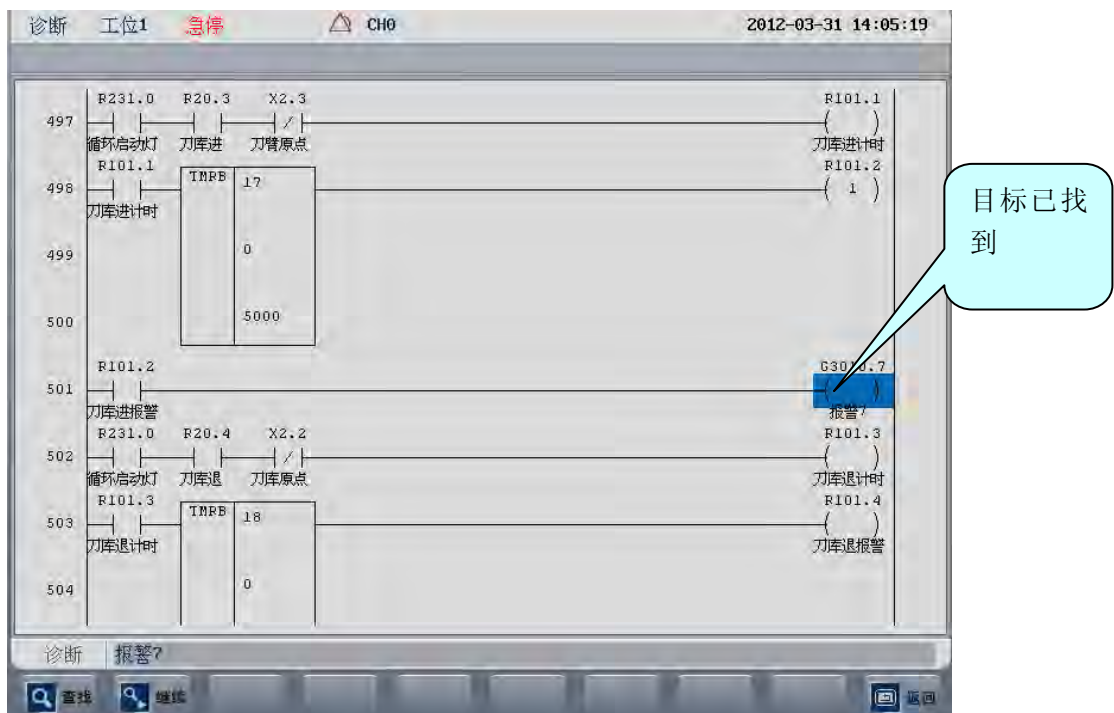

图 6.6.2 G3010.7 被找到
- 4) 系统在搜索以后，会自动跳跃到目标出现的位置。根据图 6.6.2 中查找到的 G3010.7，重复第二步，继续查找 R101.2，会找到另外两处 R101.2，其中一处在于子程序 SP3 内 395 行，在复位时被清除，可排除，另一处在 498 行，正好是置位元件，如图 6.6.2；
- 5) 根据图 6.6.2 中 498 行的条件，可知下一步需要查找 R101.1，重复第二步，继续查找 R101.1；